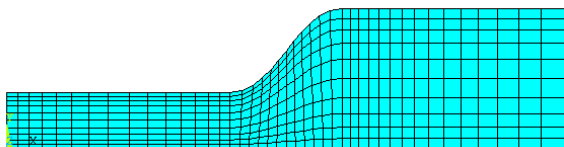

图 5-18 单元网格
⑧划分单元网格:在“MeshTool”对话框中单击“Mapped”按钮,以选择映射网络划分方式。单击“Mesh”按钮,会弹出拾取对话框,单击“Pick All”按钮,进行映射网格划分,得到如图 5-18 所示的网格。